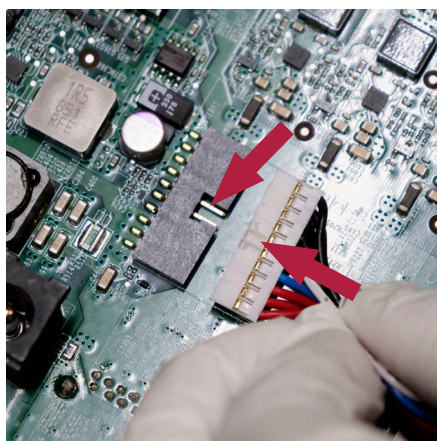

Figura 27 Voltar a ligar o conector da bateria
a) Volte a ligar a bateria do conector da bateria (ver a Figura 12 e a Figura 27)